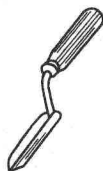

图 1-7 抿子
⑥ 抿子。抿子用于石墙抹缝、勾缝。多用 0.8~1mm 厚的钢板，并装上木柄制成，如图 1-7 所示。